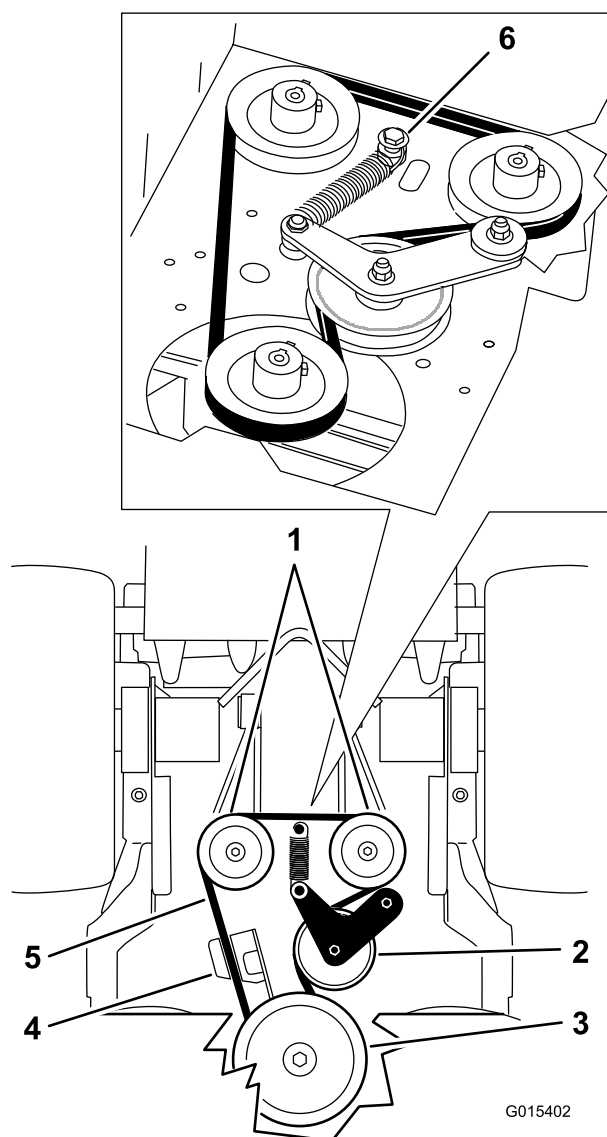

Figure 67
5. Retirez le boulon à épaulement, l'écrou et la rondelle du plancher moteur et du ressort (Figure 67).
6. Déposez la courroie d'entraînement de la pompe (Figure 67).
8. Placez le ressort sur le boulon à épaulement et la rondelle, et fixez-le au plancher moteur avec l'écrou (Figure 67).